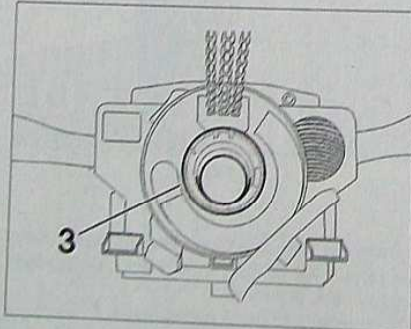

FIG. 6
Appuyer au centre du contacteur tournant (3) (Fig.6)